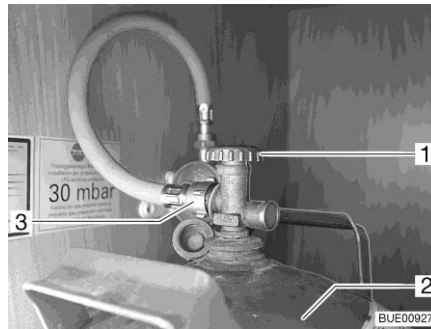

Bild 115 Gasbox
- Stäng huvudavstängningsventilen (Bild 115,1) på gasflaskan (Bild 115,2). Beakta pilriktningen.
- Skruva loss gasslangen (Bild 115,3) från gasflaskan.